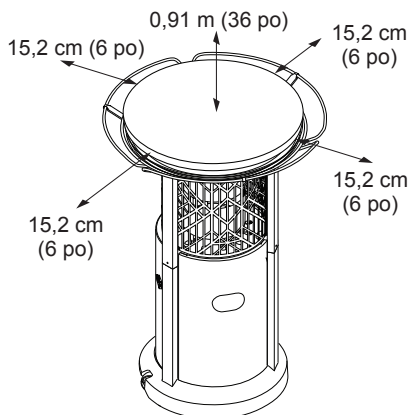

Figure 1 - Dégagement par rapport aux combustibles
7. Les distances minimales entre l'appareil de chauffage et les constructions permanentes combustibles sont : avant, arrière et côtés 15,2 cm (6 po) ; dessus 0,91 m (36 po) (voir figure 1, page 3).